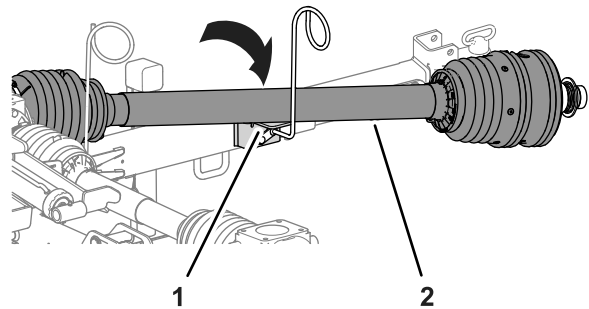

Figura 9
- Mueva el árbol de transmisión de la TDF al soporte del árbol de transmisión de la guía de las mangueras (Figura 9).